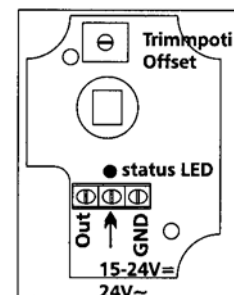

Fig. 4 Raccordement et potentiomètre d'ajustement
- b) Insérer le conducteur dans la borne requise (voir Fig. 4) et serrer la vis jusqu'à fixation.